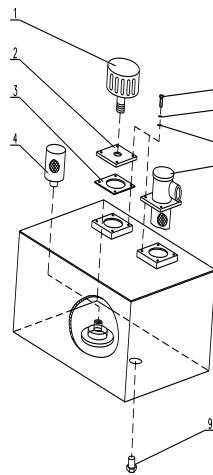

Ilustración 18: Depósito del aceite hidráulico de la excavadora modelo KT17D PRO.
- . Afloje el perno que se encuentra en la parte inferior del depósito de aceite y drene lentamente el aceite (Ver ilustración 18, elemento 6).
- ▲ Afloje el tapón de drenaje (ver ilustración 18, elemento 1). Purgue el aire del depósito de aceite.
▲ Retire el perno (ver ilustración 18, elemento 5), retire la tapa de la cubierta (ver ilustración 18, elemento 2) y la junta de goma (ver ilustración 18, elemento 3). Prepare un recipiente para recoger el aceite. Drene el aceite a través del tapón de drenaje. Si no hay un tapón de drenaje, puede utilizar una bomba de extracción.
▲ Vuelva a colocar la tapa de la cubierta (ver ilustración 18, elemento 2). Cierre bien la tapa.